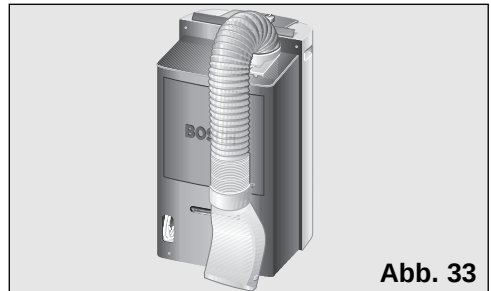
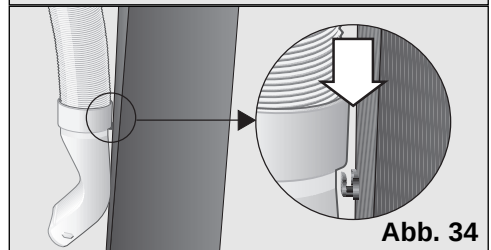

Abb. 33
Abb. 34
- Am Ende jeder Saison ist es aus Platzspargründen ratsam, den Abluftschlauch in die nachfolgend dargestellte Position zu bringen, **Abb. 33**. Den Schlauch dazu auf die Geräterückseite biegen und ihn wie in der **Abb. 34** zu sehen, einhängen.